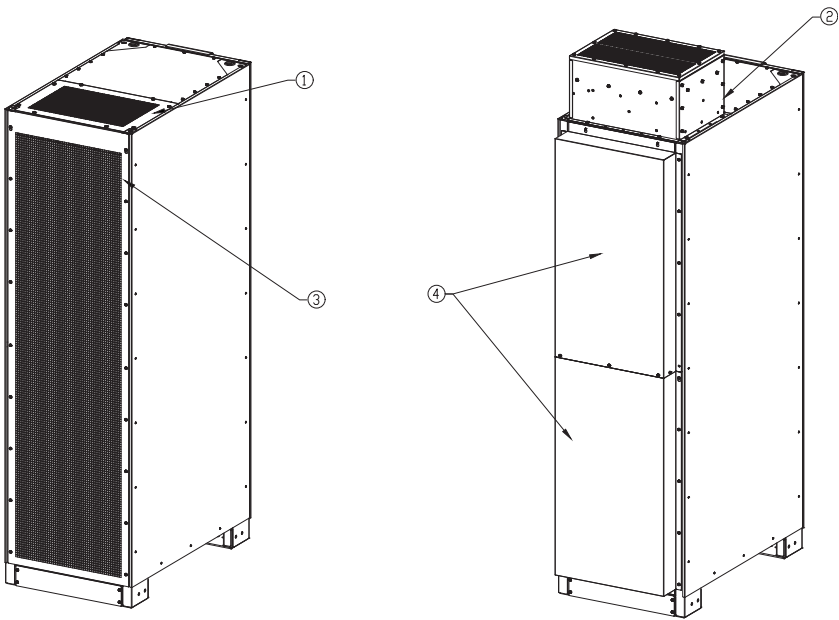

图4-11：机械安装指示图
后上盖板位置请见图 4-11 ①；后出风后盖板位置请见图 4-11 ③
上出风组件位置请见图 4-11 ②；
后盖板位置请见图 4-11 ④